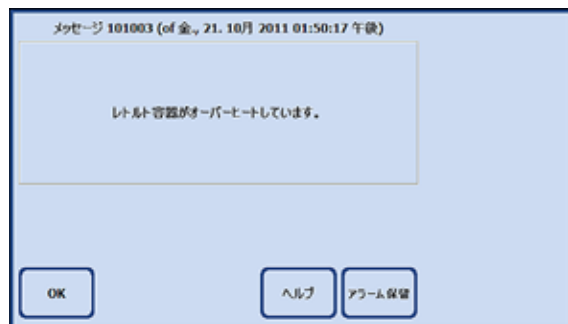

図 111
- 各メッセージ（警告またはエラー）は、左の例のように画面にメッセージとして表示されます（図 111）。